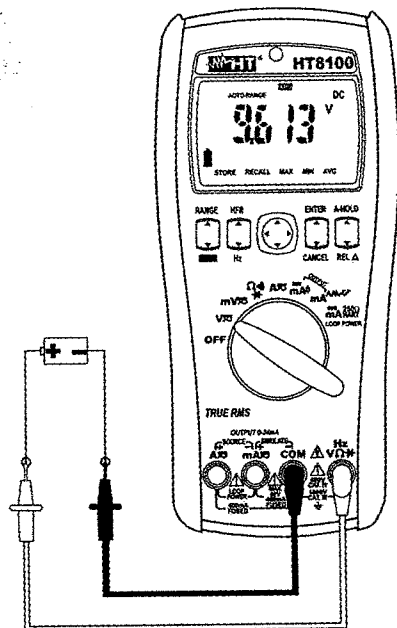

Abb. 2: Verwendung des Gerätes für Gleichspannungsmessung
5. Stellen Sie die rote Messleitung und die schwarze Messleitung in die Punkte mit positivem und negativem Potenzial des zu messenden Kreises (siehe Abb. 2). Der Spannungswert erscheint auf dem Display.
7. Das Symbol "-" auf dem Display des Gerätes gibt an, dass die Spannung die umgekehrte Richtung mit Bezug auf die Verbindung in Abb. 2 hat.